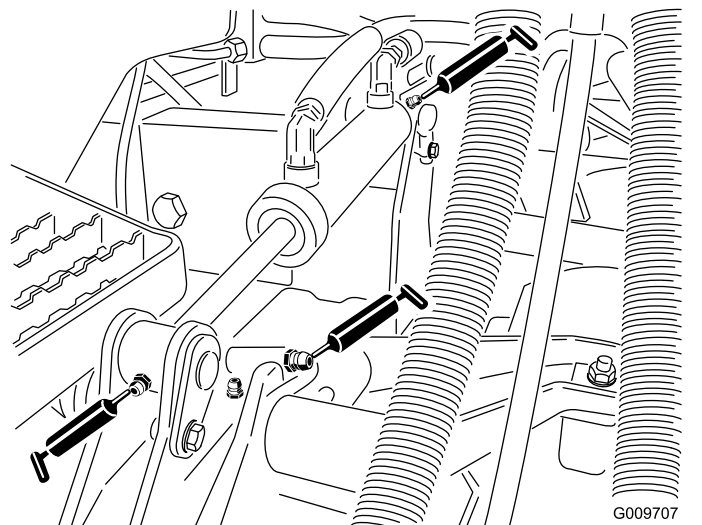

Bild 77
- Hubarmbüchsen (1 pro Mähwerk), wie in Bild 77 abgebildet
- Hubzylinder-Büchsen (2 pro Mähwerk), wie in Bild 77 abgebildet